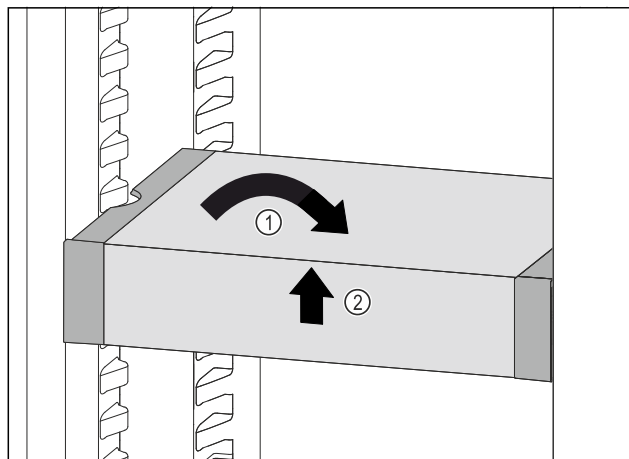

Fig. 99
- ▶ Ispravite VarioSafe. Fig. 99 (1)
- ▶ Podignite sprijeda VarioSafe. Fig. 99 (2)